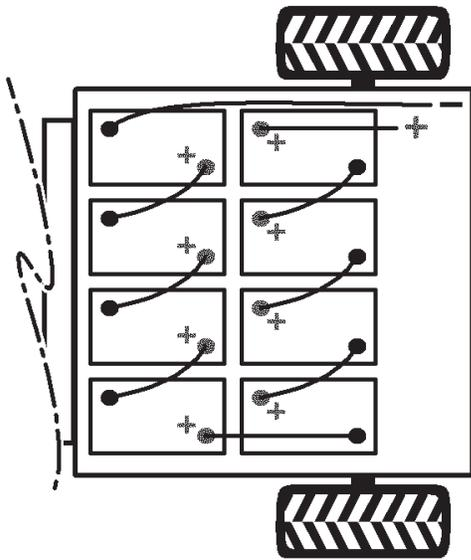

Figure 10
4. Installez les batteries comme illustré à la Figure 10.
**Remarque :** Tenez compte de la polarité lors de la mise en place des batteries neuves (Fig. 10).
6. Reliez les batteries entre elles à l'aide des câbles fournis avec les pièces détachées, comme illustré à la Figure 10. Ne faites pas passer les câbles sur des arêtes vives.
7. Connectez le grand câble rouge positif principal entre la rangée de batteries et le véhicule (Fig. 10).
8. Connectez le grand câble noir négatif principal entre la rangée de batteries et le véhicule (Fig. 10).